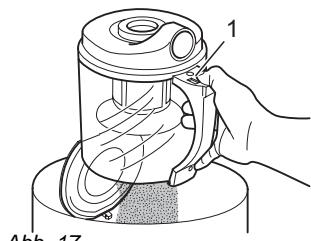

Abb. 17
- Drücken Sie die Entriegelungstaste (Abb. 17/1). Der Boden öffnet sich und der Staub fällt in den Mülleimer.